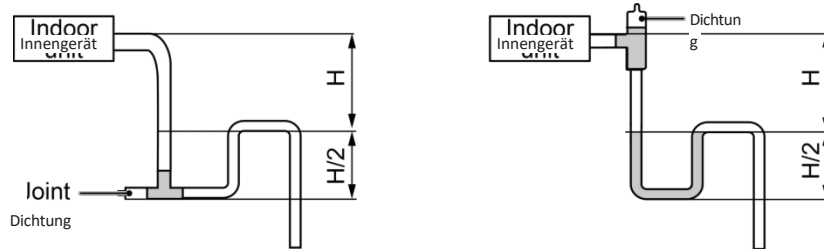

Abb. 4.12
- 6 Installieren Sie den Siphon wie in Abb. 4.12 dargestellt.